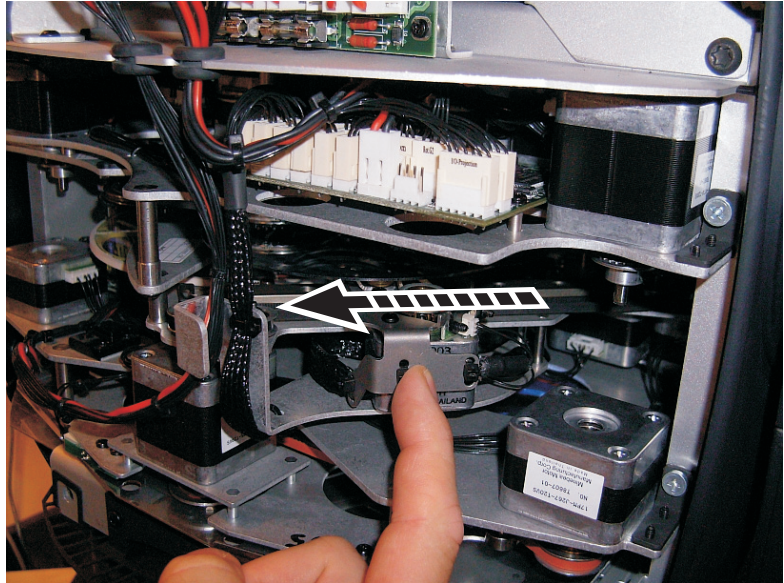

Bild 25: Zugriff auf das Animationsrad
3. Siehe Bild 25. Fahren Sie das Animationsrad durch Drehen seines Antriebsrades in die obere Position.
2. Bringen Sie das Animationsrad durch Drehen der Antriebswelle in die obere Position (siehe Bild 25 auf Seite 45). Das Animationsrad ist aus Glas. Üben Sie keinen Druck aus, da das Rad dadurch brechen kann. Derartige Schäden sind nicht von der Garantie gedeckt.